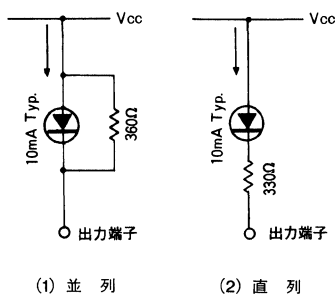

Fig.3
LED電流を少なくするためには、Fig.3 (1) に示すとおり、LEDと並列に抵抗を入れる方法と、Fig.3 (2) に示すとおり、
LEDと直列に抵抗を入れる方法の2つの方法があります。なお、Fig.3 (2) の方法の場合、電源電圧変動により電流値が変化します。